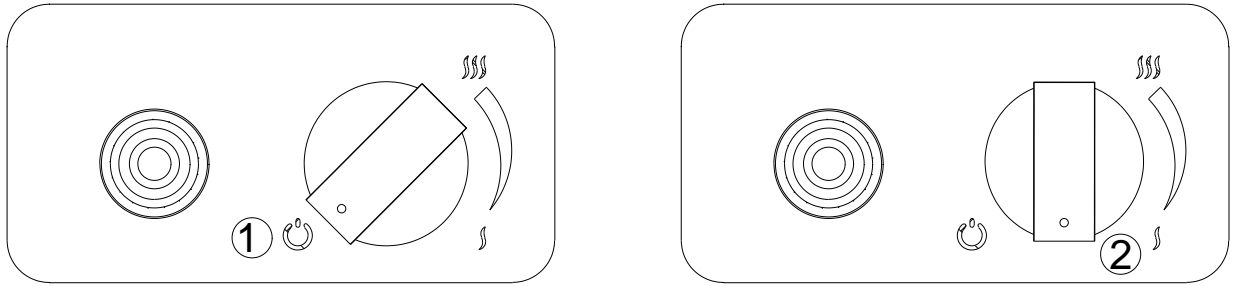

Abb. 10 – Einschalten des Geräts
- Vergewissern Sie sich, dass sich der Drehknopf in der Position "OFF" (ganz im Uhrzeigersinn) befindet (Abb. 10).